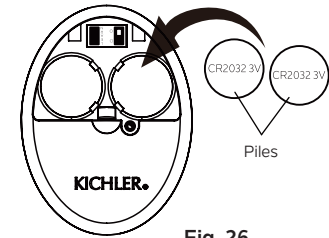

Fig. 26
**Étape 3.** Pour rendre le ventilateur opérationnel, installez deux piles 3V CR2032 (incluses). (Fig. 26)